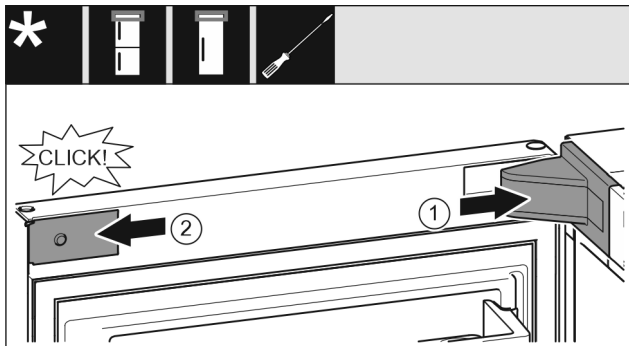

Fig. 19
- ▶ Afdekking van de lagerbus aanbrengen en vastklikken, en indien nodig, voorzichtig uit elkaar drukken. *Fig. 19 (1)*
- ▶ Paneel zijdelings aanbrengen en vastklikken. *Fig. 19 (2)*